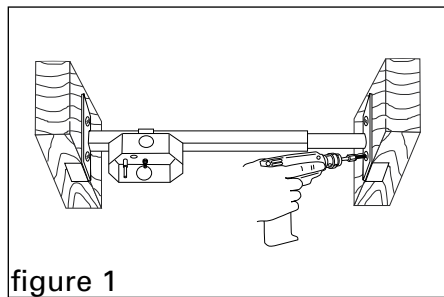

figure 1
1. A l'aide des quatre vis fournies, installez la barre de sécurité Saf-T-Bar® à la solive du plafond (figure 1).